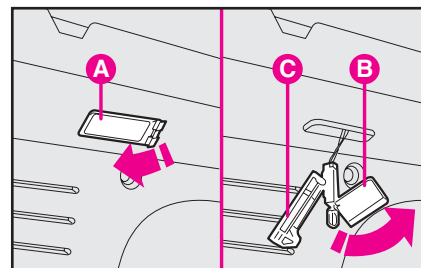

рис. 39
1) Извлеките рассеиватель **A** в направлении, указанном стрелкой на **рис. 39**.